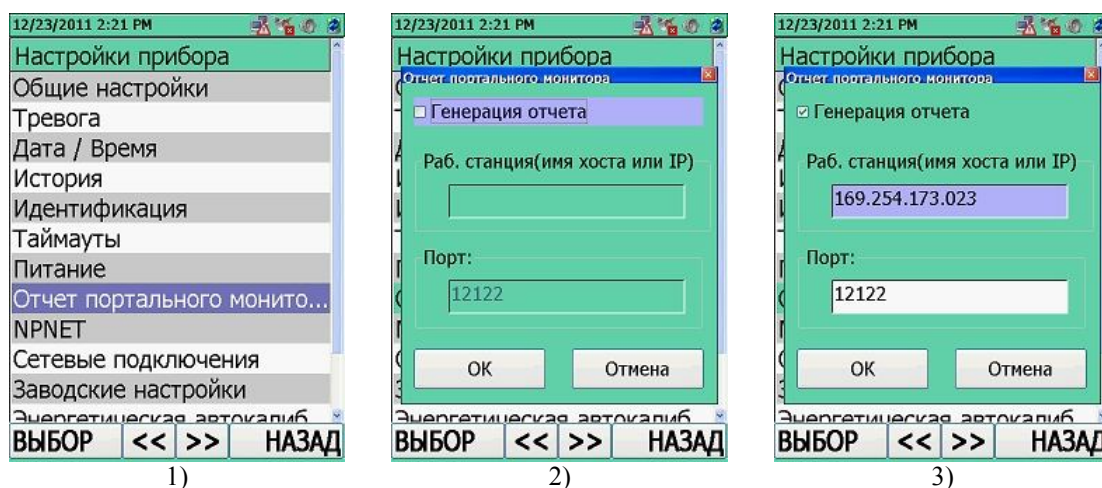

Рисунок 11.34
Для входа в настройки интеграции отчетов работы прибора в АРМ Рабочей станции **"Отчет портального монитора"** необходимо в окне режим настройки параметров прибора **"Настройки прибора"** переместить выделенный маркер на соответствующую строку, рисунок 11.34 (1). Перемещение маркера осуществляется при помощи кнопок джойстика ВВЕРХ/ВНИЗ. Подтвердить переход в опцию **"Отчет портального монитора"** необходимо
- **"Генерация отчета"** – включение функции формирования и передачи отчетов о работе прибора в единую систему сбора данных с портальными мониторами РМ5000 (АРМ Рабочей станции), рисунок 11.34 (2);
- **"Раб. станция (имя хоста или IP)/Порт"** – настройки ПК (имя или сетевой IP адрес ПК), на котором инсталлирована система АРМ Рабочей станции РМ5000, рисунок 11.34 (3).